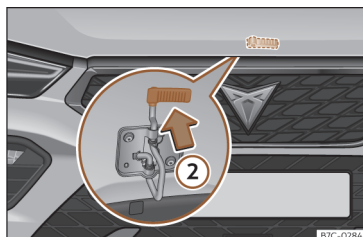

Fig. 193 Levier sous le capot.
- Pour soulever le capot-moteur, appuyez vers le haut sur le levier situé au-dessous du capot >>> **fig. 193** ②. Le crochet de fixation est alors déverrouillé.